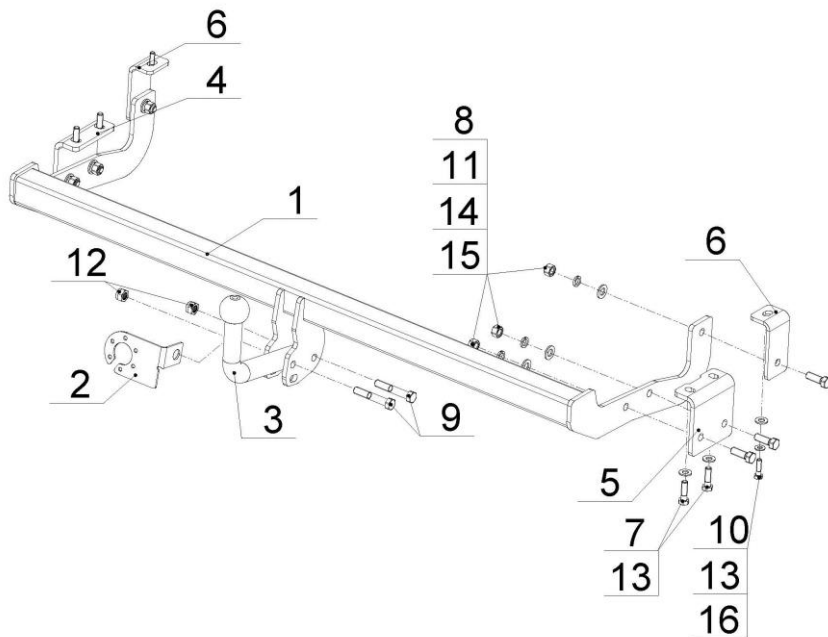

Рис.1.
- Установить ТСУ (рис.1) на автомобиль, используя крепежные элементы (поз.8,11,14,15);